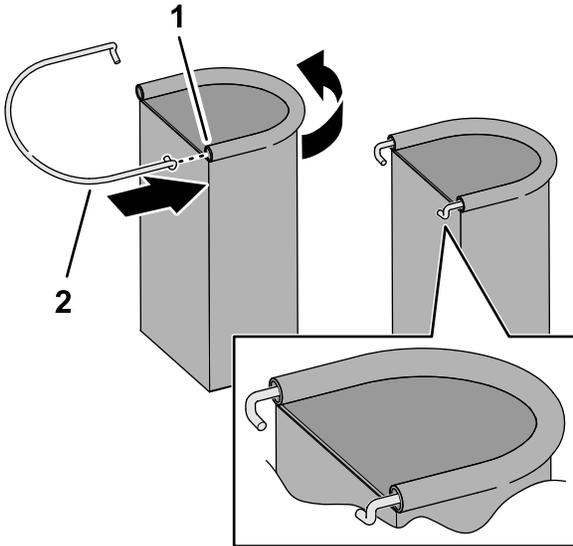

Figura 26
1. Inserite un anello nel manicotto del contenitore per la conservazione dei DPI come mostrato nella Figura 26.